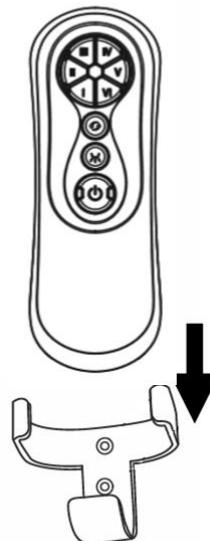

Abb. 11b
- Setzen Sie die Fernbedienung in die Halterung, um sie zurückzusetzen. (Abb. 11b)